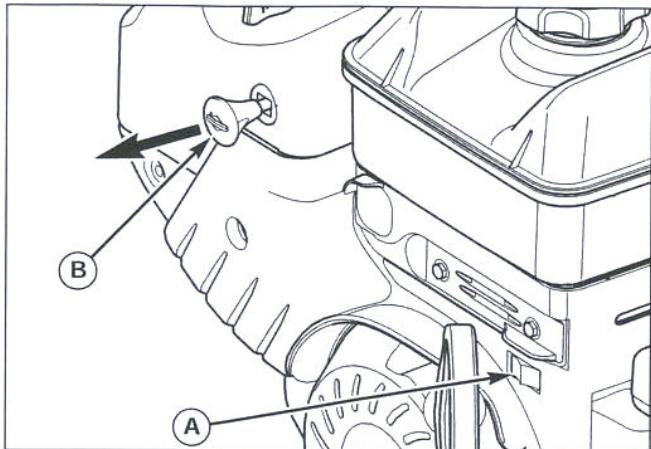

Рис. 7. Остановка двигателя
- Переведите выключатель зажигания (A, рис. 7) в положение останова.
- Выньте ключ двигателя (B). Держите ключ вне зоны досягаемости для детей.